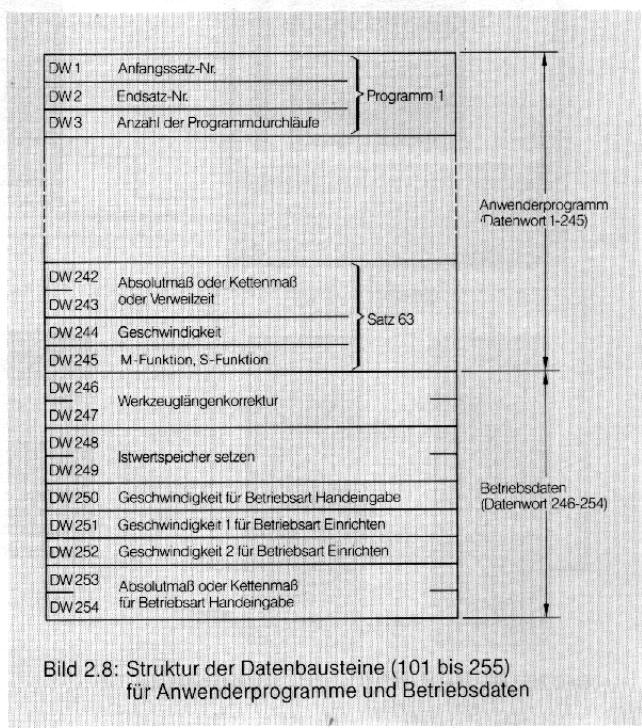

Bild 2.8: Struktur der Datenbausteine (101 bis 255) für Anwenderprogramme und Betriebsdaten
- Hinterlegung von Anwenderprogrammen und Betriebsdaten im RAM-Speicher des AG (Datenbausteine 101 bis 255; Bild 2.8).